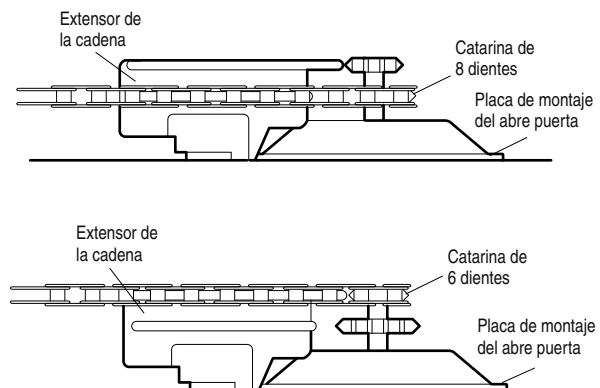

Figura 3
- Guiar la cadena a través del surco seleccionado en el extensor de la cadena (para enganchar ya sea la rueda dentada de 8 dientes o la rueda dentada de 6 dientes) como se indica (Figura 3).